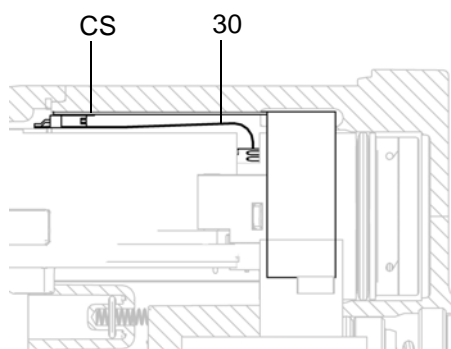

FIG. 36 . Raccordement du circuit flexible
8. Introduire l'alimentation électrique/la turbine dans le corps du pistolet (10). Assurez-vous que les barrettes de terre (EE) sont bien en contact avec le corps.
Pour les modèles Smart uniquement : alignez le connecteur du circuit flexible à 6 broches (30) avec la prise (CS) en haut du corps du pistolet. Consultez la FIGURE 36.